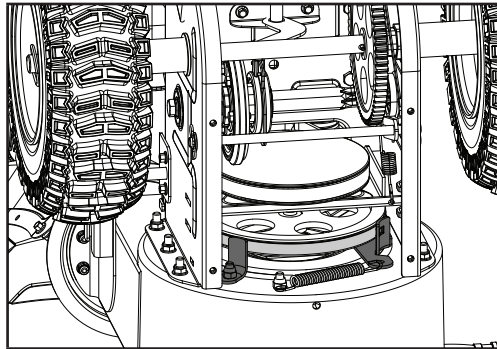

Figure 34
8. Assurez-vous que la courroie est bien installée sous le guide de la courroie sur le bras d'articulation de la poulie tendeur (figure 34).